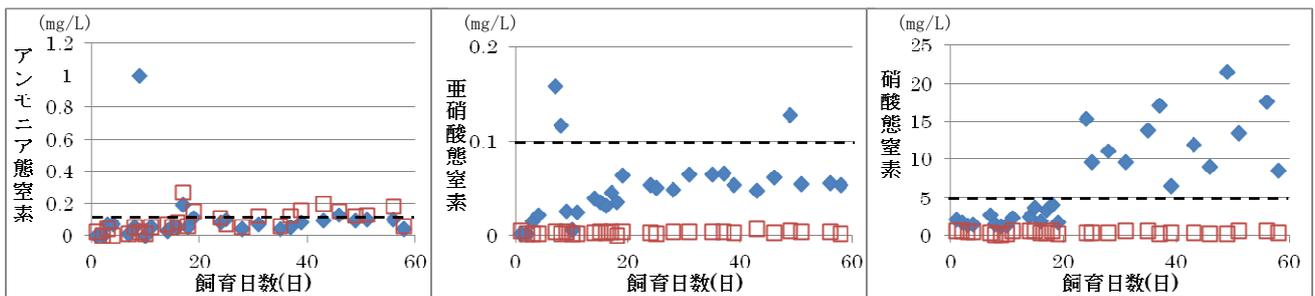

図3 飼育期間中の3態窒素の推移、破線はさけます用の水質基準
4. さけ・ます用の水質基準はアンモニアと亜硝酸が 0.1mg/L 未満、硝酸は 5mg/L 未満であるが、循環区のアンモニアは 0～1.00 mg/L（平均 0.10mg/L）で推移し、亜硝酸は 0.002 ～0.159mg/L（平均 0.05mg/L）で推移した（図 3）。タイマー不調によりポンプが停止した 9 日目前後は高い値を示したが、ポンプ再稼動後は速やかに硝化された。また、硝酸は 1.2～21.5mg/L（平均 7.1 mg/L）で推移し、20 日目以降は基準値を超えたものの、摂餌不良や成長低下はみられなかった。飼育期間中 1 日最大 447g の給餌を行ったが、水質の悪化はみられず十分な処理能力があると考えられた。